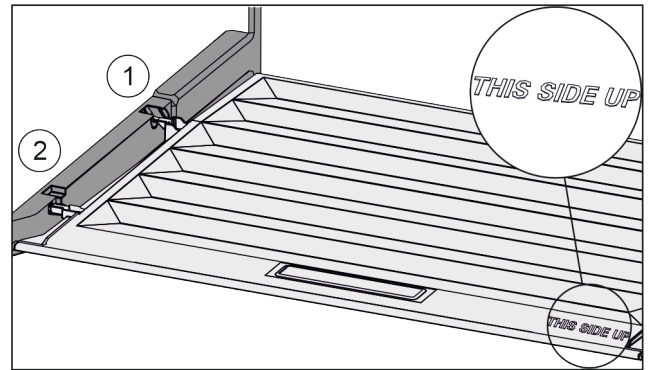

Fig. 85
- ▶ Introduzca los nervios de la tapa por la abertura en el soporte trasero *Fig. 85 (1)* y encájelos por delante en el soporte *Fig. 85 (2)*.